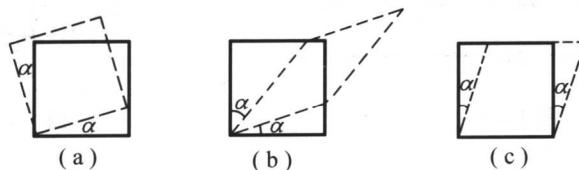

图 1-7
3. 如图 1-7 所示三个单元体, 虚线表示其受力的变形情况, 则单元体(a)的剪应变 $\gamma_a =$ _____; 单元体(b)的剪应变 $\gamma_b =$ _____; 单元体(c)的剪应变 $\gamma_c =$ _____。